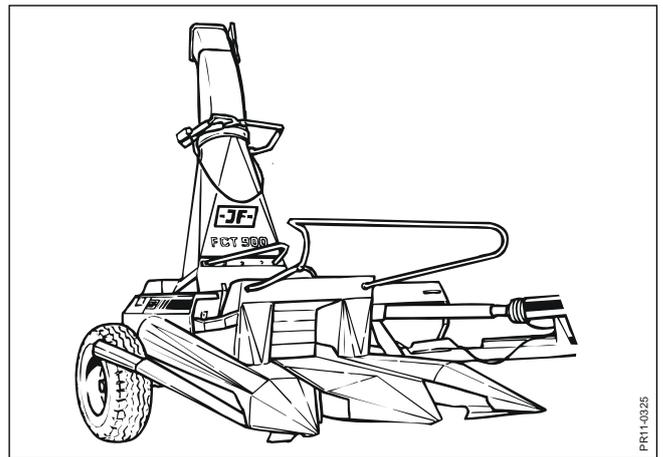

Fig. 3.14
- Fig. 3.14** Montar 2 divisões no lado direito do colhedor de milho.